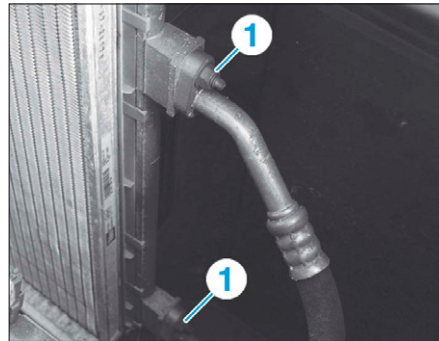

FIG. 9
- Déposer les écrous (1) (Fig.9).